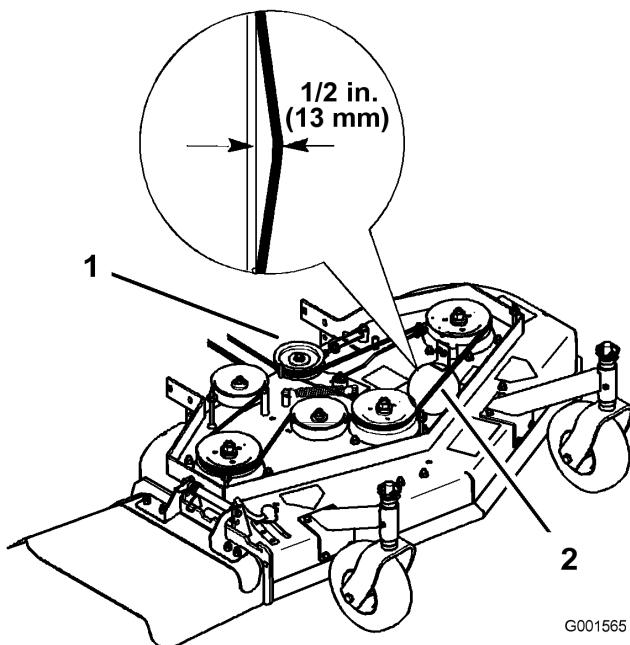

Figura 38
4. Retire la polea tensora y la correa desgastada (Figura 38).
**Nota:** La tensión correcta de la correa del cortacésped es de 44-67 N (10-15 lbf.) con la correa desviada 13 mm (1/2 pulg.) en el punto intermedio entre las poleas (Figura 38).